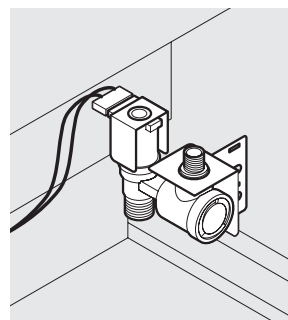

figure 19
5. Raccordez le faisceau de câblage au robinet de prise d'eau. Assurez-vous que le raccordement est solide. Voir la figure 19.